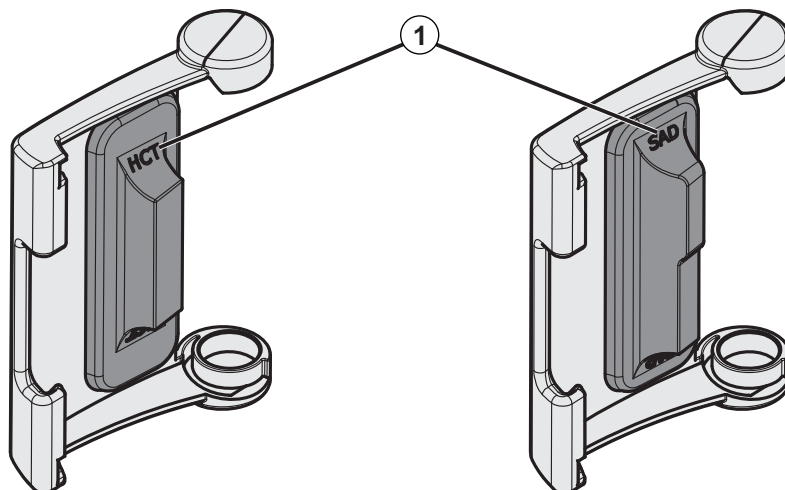

Fig. 7-20 Simboli su sportello sensore HCT e SAD
Quando si reinstallano gli sportelli dei sensori SAD e HCT dopo la pulizia, accertarsi di non scambiarsi! Sul lato posteriore degli sportelli sono presenti i simboli *SAD* e *HCT* (vedere Fig. 7-20, ①).